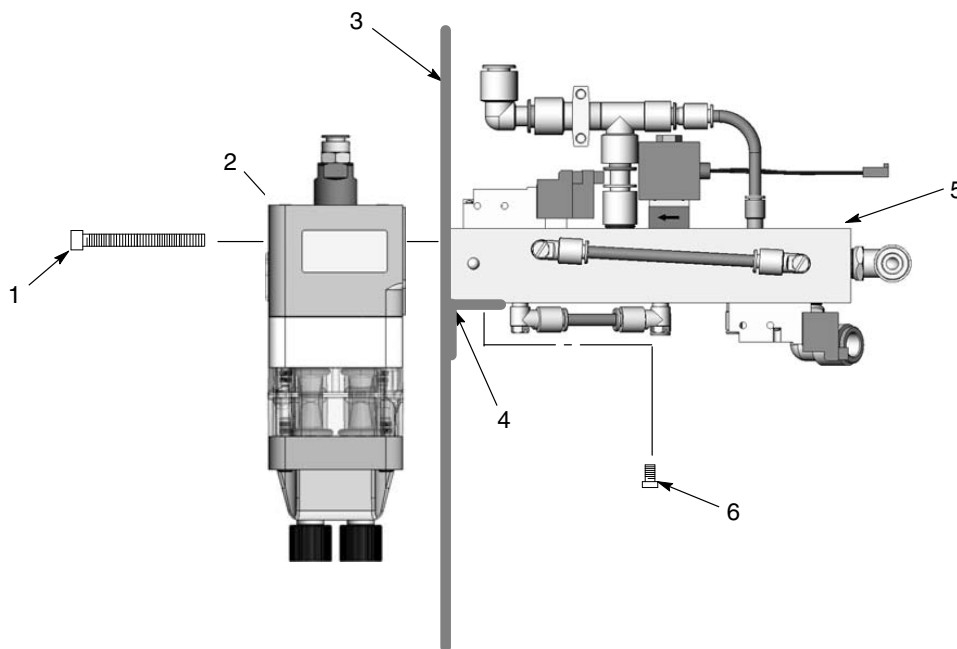

Figura 4-1 Montagem da bomba e do colector
1. Consulte a figura 4-1. Verifique se as juntas da bomba (2) e do colector (5) estão danificadas. Se as juntas estiverem danificadas, substitua-as.
2. Coloque o colector na consola de suporte (4) encostado à parede do painel de bombas (3). Fixe o colector com os parafusos de montagem (6), mas não aperte os parafusos.
3. Fixe a bomba ao painel de bombas e ao colector utilizando os parafusos de montagem (1) da bomba. Aperte bem os parafusos de montagem da bomba.